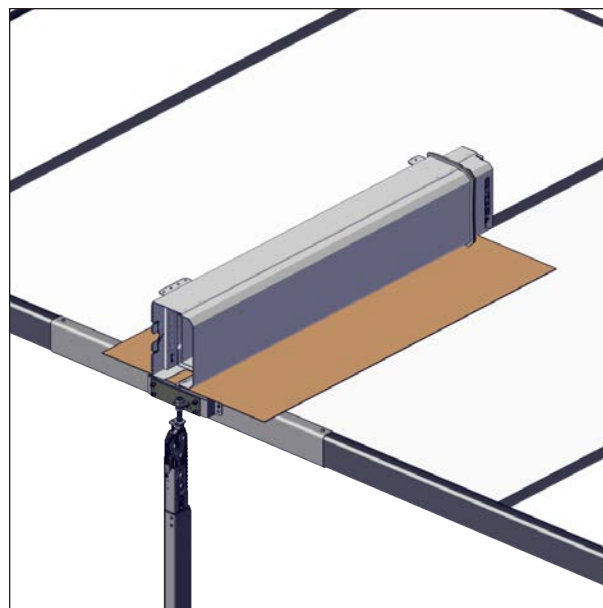

FIGURE 74: PLACER UN ASSEMBLAGE DE MANCHONS SUR LE COUVERCLE
15. Pour faciliter l'étape suivante, placer un morceau de carton sur le profilé en I du couvercle et y déposer un des assemblages de manchons, voir Figure 74.